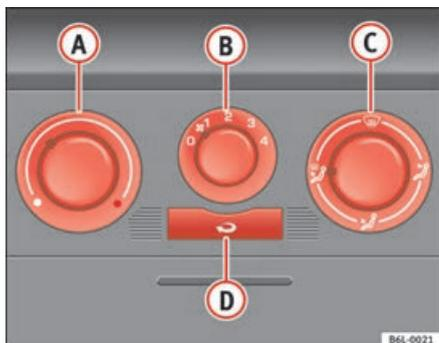

Fig. 91 Comandos do aquecimento no painel de instrumentos
- Com os reguladores ⇒ fig. 91 **A** e **C** e com o interruptor **B** é ajustada a temperatura, a distribuição do ar e o nível do ventilador.